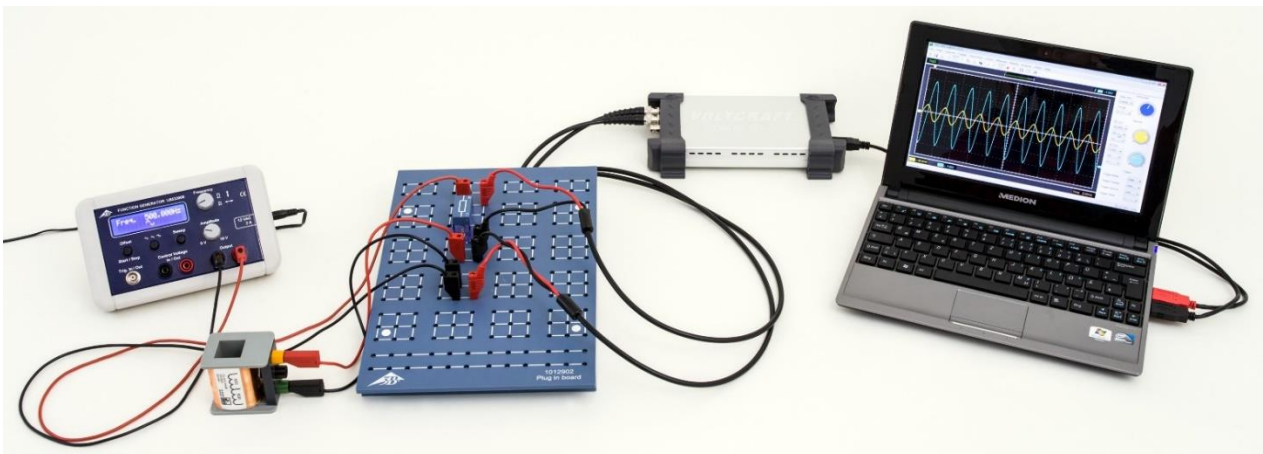

Fig. 1: Disposición de medición.
- Ensamble el montaje de medición (Fig. 1) según el diagrama de circuito (Fig. 2) con la resistencia $R=10\ \Omega$ y una bobina de 1200 espiras ($L = 23\ \text{mH}$, $R_L = 19\ \Omega$).